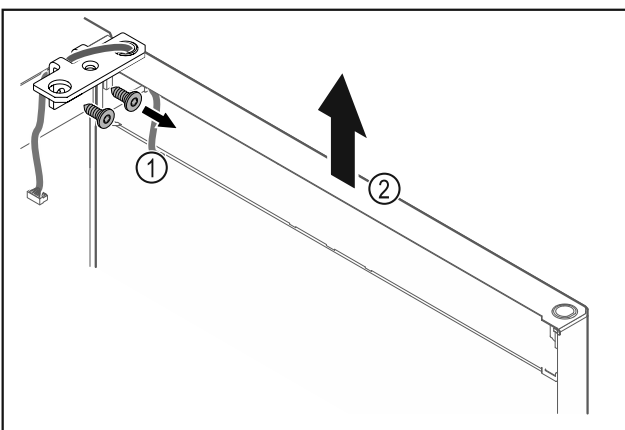

Fig. 14
- Csavarozza le a csuklópántot Fig. 14 (1).
- Az ajtót a csuklópánttal Fig. 14 (2) együtt emelje meg felfelé kb. 200 mm-rel, majd vegye le.